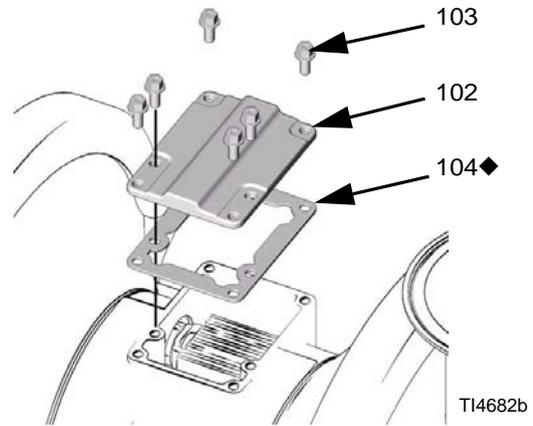

FIG. 12
9. Alignez le joint de vanne (104) et le capot (102) avec les six orifices du boîtier central (101). Fixez les six vis (103) à l'aide d'un tournevis Torx (T20) ou d'une clé à douille de 7 mm (9/32 po.). Serrez à un couple de 5,7-6,8 N•m (50-60 po-lb). Consultez la FIG. 12.